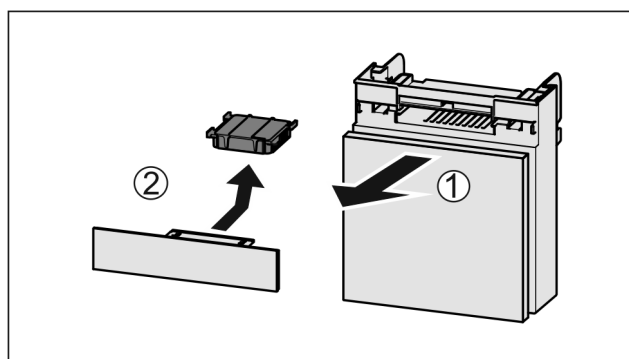

Fig. 88
- ▶ Extraire le tiroir par l'avant Fig. 88 (1).
- ▶ Sortir le filtre à charbon actif Fig. 88 (2).